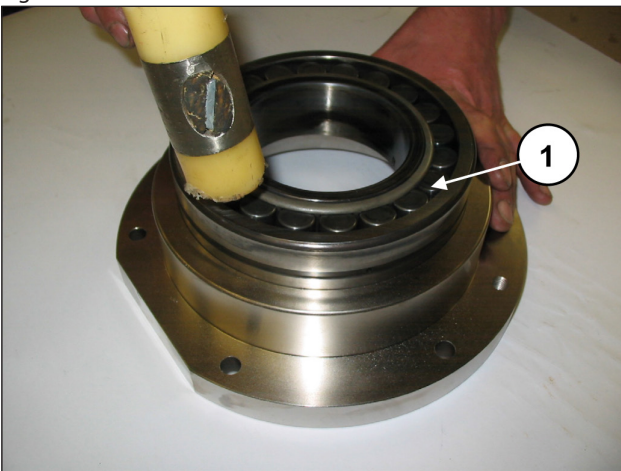
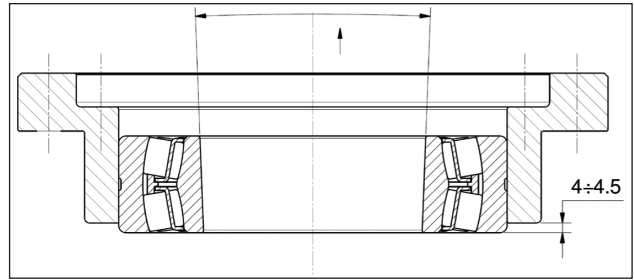

Fig. 70
Fig. 71
Prémonter les deux couvercles de support de coussinet : insérer le coussinet à l'aide d'un outil à inertie (rep. ①, Fig. 70) jusqu'à obtenir une cote de $4 \pm 4,5$ mm comme le montre la Fig. 71.
La bague interne du coussinet Fig. 71 est conique. Vérifier que la conicité va de l'extérieur vers l'intérieur pour recevoir correctement la douille.